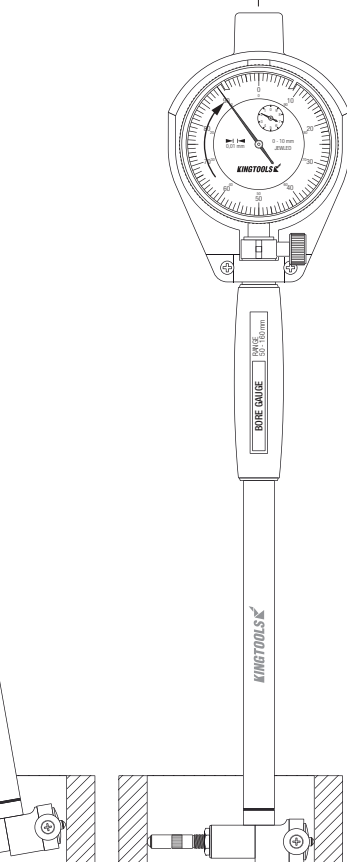
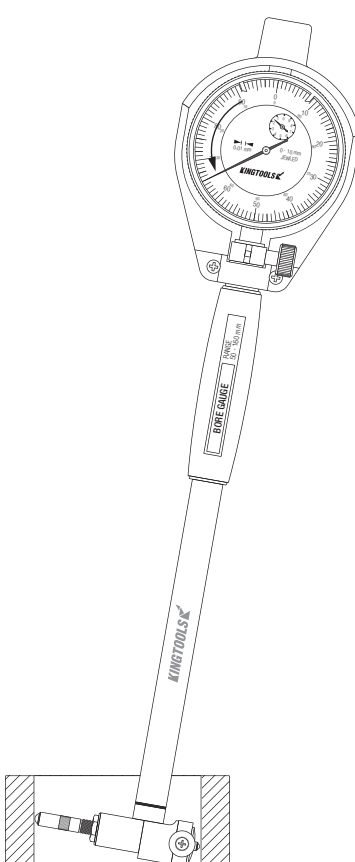

figura-3 (ponto máximo do ponteiro)
figura-4
- Faça agora um movimento de pêndulo no comparador, buscando pela maior medida alcançada no ponteiro (figura-3), que será equivalente ao menor diâmetro na amostra, quando o cabeçote estará perfeitamente alinhado. Esse será o ponto de retorno do ponteiro, onde ele chega no ponto máximo (figura-3) e depois retorna (figura-4).